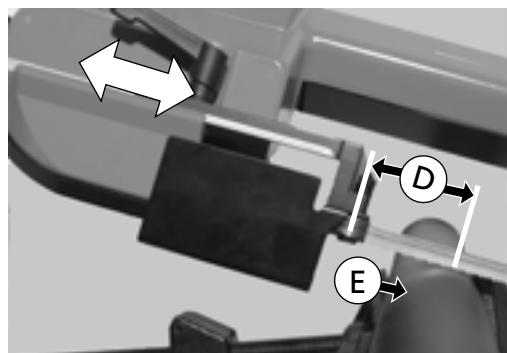

Fig. 24
2. Deslice el conjunto de guía de la hoja de corte (incluido dentro del rectángulo blanco) en el sentido de las flechas. El desplazamiento debe ser hasta que las ruedas de fijación de la hoja de corte (B) se encuentren lo más cerca posible de la pieza a cortar (E), pero sin interferir con ella. Respete para ello la distancia marcada (D) - (Fig. 24).